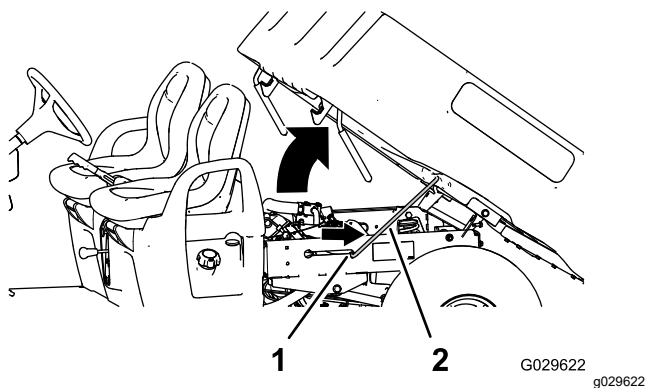

图 14
2. 将支撑杆拉入止动槽固定货斗图 14。
2. 将支撑杆拉出止动槽图 14。
3. 放下货斗直至牢固锁定到位图 14。